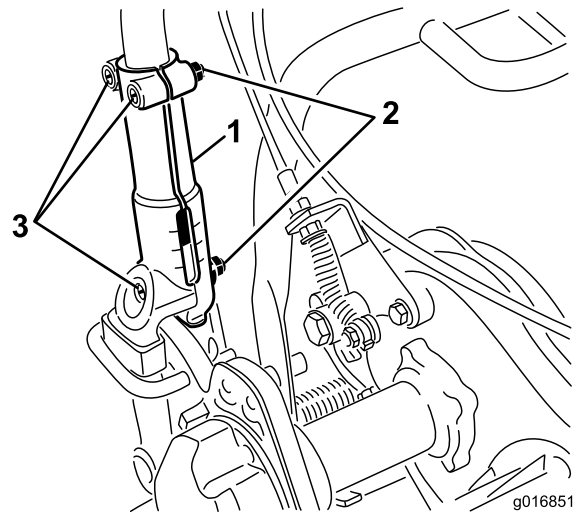

Bild 27
1. Lösen Sie die drei Schlossschrauben und Muttern, mit denen jede Seite des Griffs in den Griffklemmen befestigt ist (Bild 27).